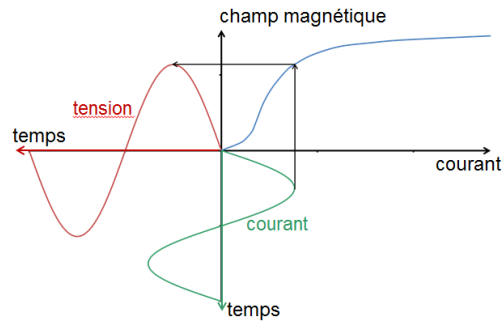

Figure 8 : relation entre la variation du courant et la tension créée dans l'enroulement secondaire
- S'il s'agit d'un courant alternatif, le champ magnétique créé varie continuellement et cette variation du champ magnétique induit une tension dans l'enroulement secondaire, qui alimente le circuit de déconnexion (Figure 8).
Lorsqu'un courant continu est ajouté au courant alternatif dans le circuit primaire, la courbe verte se déplace vers la droite (Figure 8). Comme la relation entre le courant et le champ magnétique n'est pas linéaire, mais que la courbe s'aplanit à mesure que le courant devient plus important, une même variation du courant produit une plus faible variation du champ magnétique, de sorte que la tension induite dans l'enroulement secondaire est plus faible. On dit que le noyau magnétique est saturé.